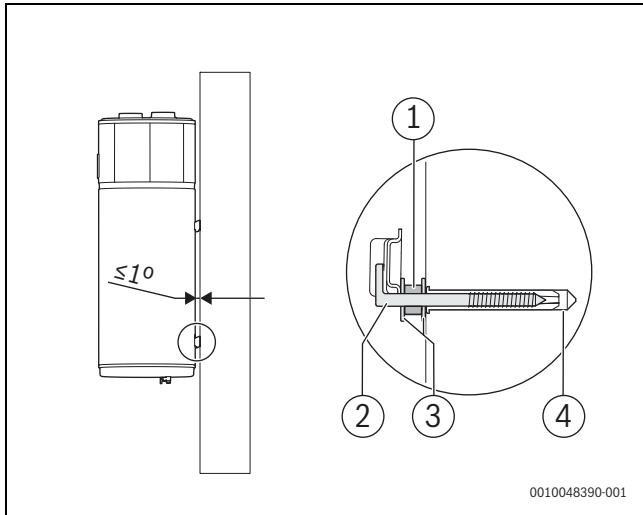

Fig. 18
- ▶ Prevedere una distanza minima di 220 mm dal soffitto e di 450 mm dal pavimento (→ fig. 18, pagina 13) per facilitare la manutenzione.
L'apparecchio deve essere livellato verticalmente o leggermente inclinato all'indietro, non più di 1°. Per regolarlo, si consiglia di farlo (Fig. 18):